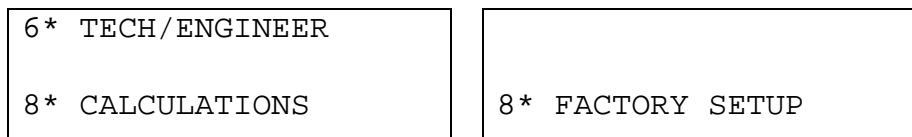

Abbildung 7-1. Hauptmenü und Startup-Menü
Nach einem erfolgreichen Warmstart zeigt der S600+ das Hauptmenü an, das der Ausgangspunkt für die Anzeigebildschirme ist. (Weitere Informationen zum Navigieren auf den Anzeigebildschirmen finden Sie auf der linken Seite von *Abbildung 7-1* und in *Kapitel 5, Bedienfeld.*)
Wenn der S600+ keine gültige Konfiguration findet, führt er keinen Warmstart durch. Stattdessen wird das Startup-Menü angezeigt. (Weitere Informationen finden Sie rechts in der *Abbildung 7-1* und im *Abschnitt 7.3, Kaltstart.*)
1. Wählen Sie **KALTSTART** vom Startup-Menü (siehe *Abbildung 7-1*).
Wenn der S600+ seine Startinitialisierungssequenz abgeschlossen hat, aber keinen automatischen Warmstart durchführt, wird das Startmenü des S600+ angezeigt (siehe *Abbildung 7-1*).